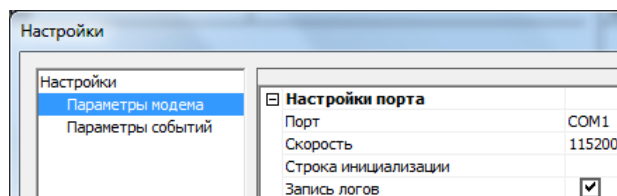

Рис. 6.3. Задание параметров специального модема
- 2) перейдите на вкладку *Параметры модема* и задайте перечисленные ниже параметры (рис. 6.3).